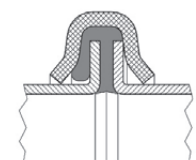

Fig. 195
- ▶ Gegenrohr anhalten und eine Spannringshälfte über die Bördelränder schieben. Die Spannringshälfte ohne den Bügelverschluss als erstes zu montieren – Fig. 195.
- ▶ Beim Aufschieben des Spannringes darauf achten, dass die Rohrteile keinen Versatz aufweisen und die Bördeldichtung nicht mit verschoben wird – Fig. 195.